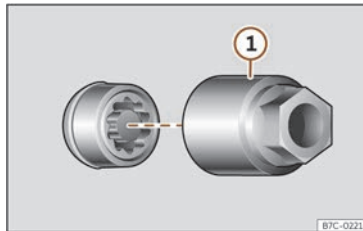

Fig. 208 Parafuso antirroubo da roda con capuchón e adaptador.
- Encaixe o adaptador especial >>> **fig. 208** ① (ferramenta de a bordo >>> pág. 293) no parafuso antirroubo da roda ata o tope.